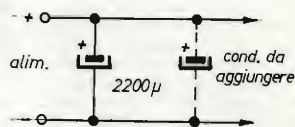

figura 7a - 1ª modifica.
1) Incrementare le capacità interne in modo da avere un certo serbatoio di corrente nei veloci transistori dei brani musicali, raddoppiando il valore capacitivo dei condensatori di alimentazione (vicino ai trasformatori). Portare il valore da 1000 μF a 2200 μF ed oltre (figura 7a).